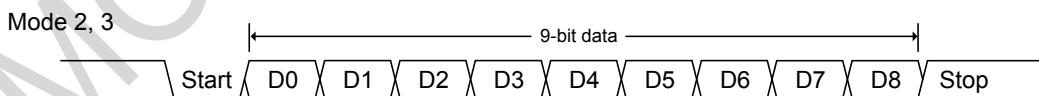
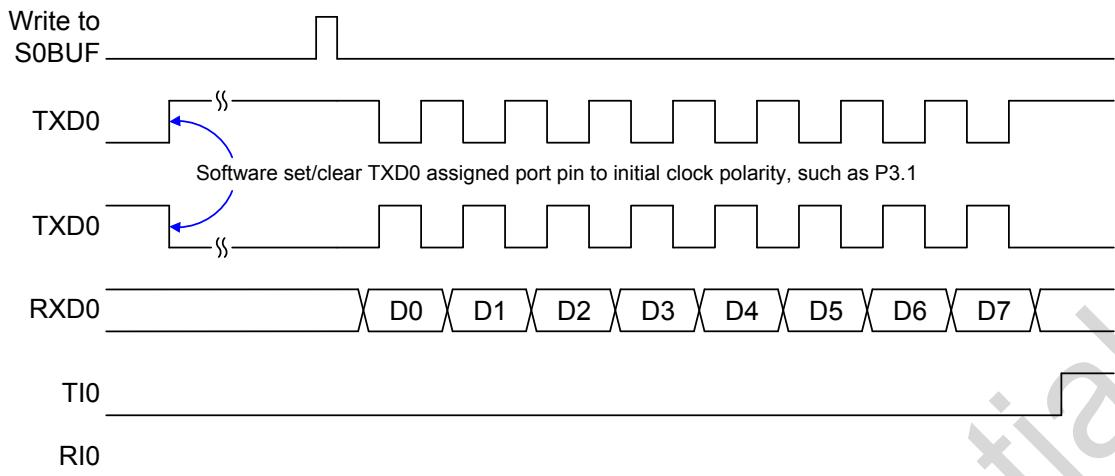
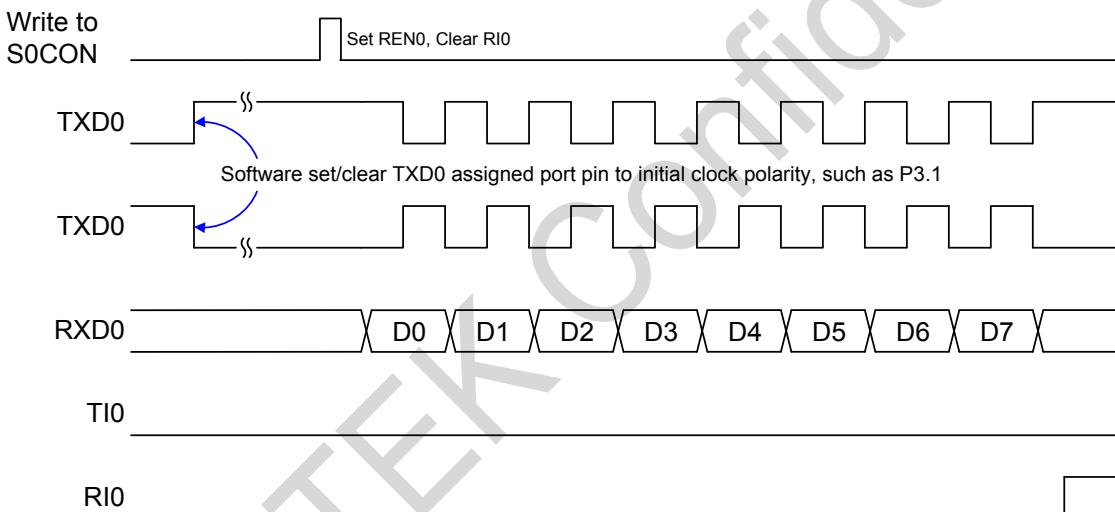

图 17-2. 模式 2 和模式 3 数据帧
图 17-4. 模式 0 发送波形
图 17-5. 模式 0 接收波形
- 模式 0:** 8 位数据(低位先出)通过 RXD0 传送和接收。TXD0 总是作为输出移位时钟。波特率可通过 S0CFG 寄存器的 URM0X3 位选择为系统时钟频率的 1/12 或 1/4。串行口模式 0 的时钟极性也可以软件选择。在串行数据移入或移出之前它由 P3.1 的状态决定。图 17-4 和图 17-5 所示模式 0 的时钟极性波形。
- 模式 3:** 除了波特率是可变之外，模式 3 与模式 2 一样，如图 17-2 所示。
使用 S0BUF 作为一个目的寄存器可通过任何指令来启动传输。“写到 S0BUF”信号触发 UART0 引擎开始发送。S0BUF 里面的数据在 TXD0 (P3.1) 脚的每一个上升沿移出到 RXD0 (P3.0) 脚。八个上升沿移位时钟过后，硬件置 TI0 为 1 标志发送完成且中断向量可以由 BTI 和 UTIE 切换到系统标志中断。模式 0 发送时序见图 17-4。
接收使能移位时钟选择输出功能 TXD0(P3.1)引脚。当接收激活时，在移位时钟的下降沿采样 RXD0(P3.0)脚并移到寄存中。8 个下降沿移位时钟过后，硬件置 RI0 为 1 标志接收完成。模式 0 接收时序见图 17-5。
模式 2 和 3 数据帧如图 17-2 所示，模式 2 和模式 3 的串行口功能框图如图 17-5 所示。接收部分和模式 1 相同。与模式 1 传送部分不同的仅仅是传送移位寄存器的第 9 位。
写到 S0BUF 的信号请求 UART0 引擎加载 TB8 到发送移位寄存器的第 9 位并开始发送，当收到一个发送请求后，UART0 将在 TX 时钟的上升沿开始发送。S0BUF 中的数据从 TXD0 引脚串行输出，数据帧如图 17-2 所示及数据宽度根据 TX 时钟不同而不同。当 9 位数据发送完后，硬件将置位 TI0 表示发送结束，并且它的中断向量可以由 BTI 和 UTIE 切换到系统标志中断。